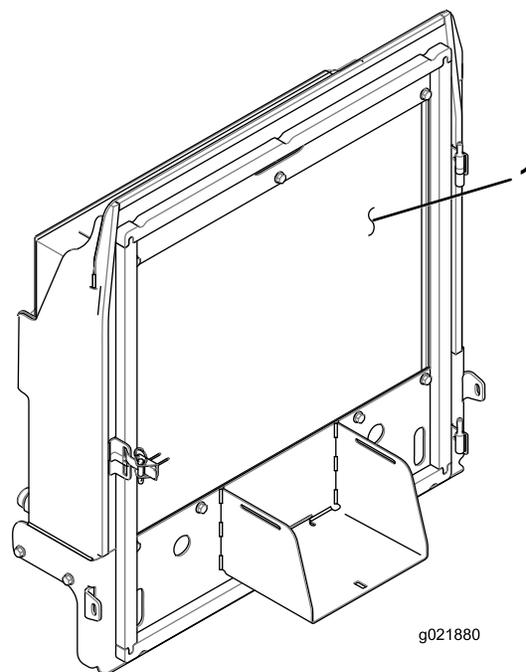

図 95
4. オイルクーラ/ラジエーターの裏表を圧縮空気で丁寧に清掃する 図 95。